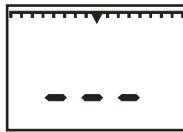

Рисунок 9.1
9.4 Включение газоанализатора осуществляется нажатием кнопки "ВКЛ". После включения газоанализатора должен быть слышен звук работающего микронасоса. При этом на цифровом индикаторе газоанализатора отображается надпись " - - - " и включается постоянный звуковой сигнал (рисунок 9.1). Кнопку "ВКЛ" необходимо удерживать до отключения постоянного звукового сигнала (приблизительно 3 секунды). Газоанализатор перейдет в режим прогрева датчика. Длительность прогрева  $\approx 70$  с.